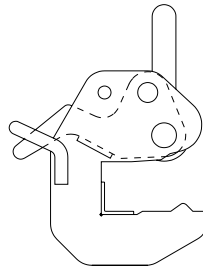

Fig. 20.2
1. Abrir la palanca de seguridad al máximo. (Fig. 20.2).